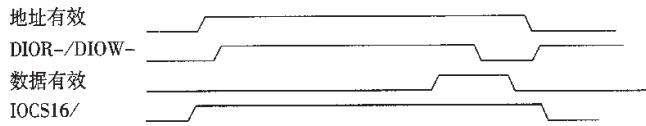

图 1 IDE 接口时序(PIO 模式)
(1) 通过 PIO 传送数据 :在该方式下 ,CPU 对控制器的访问都是通过 PIO 进行的 ,包括从控制器读取状态信息和错误信息 ,以及向控制器发送命令和参数 ,时序如图 1 所示。